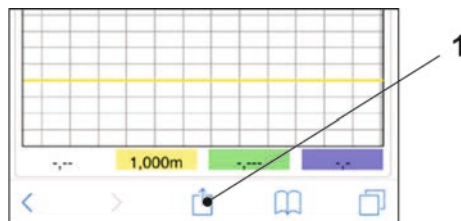

Abb. 31-16 Link einrichten
8. Zum Einrichten eines Links auf dem Home-Bildschirm (für einen direkten Zugang) das Symbol „Bereitstellen“ (Abb. 31-16 Pos. 1) antippen.